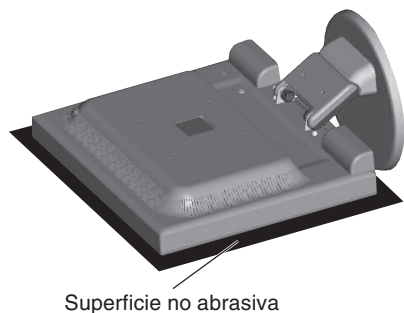

Figura R.1
2. Coloque el monitor boca abajo en una superficie no abrasiva (**figura R.1**).